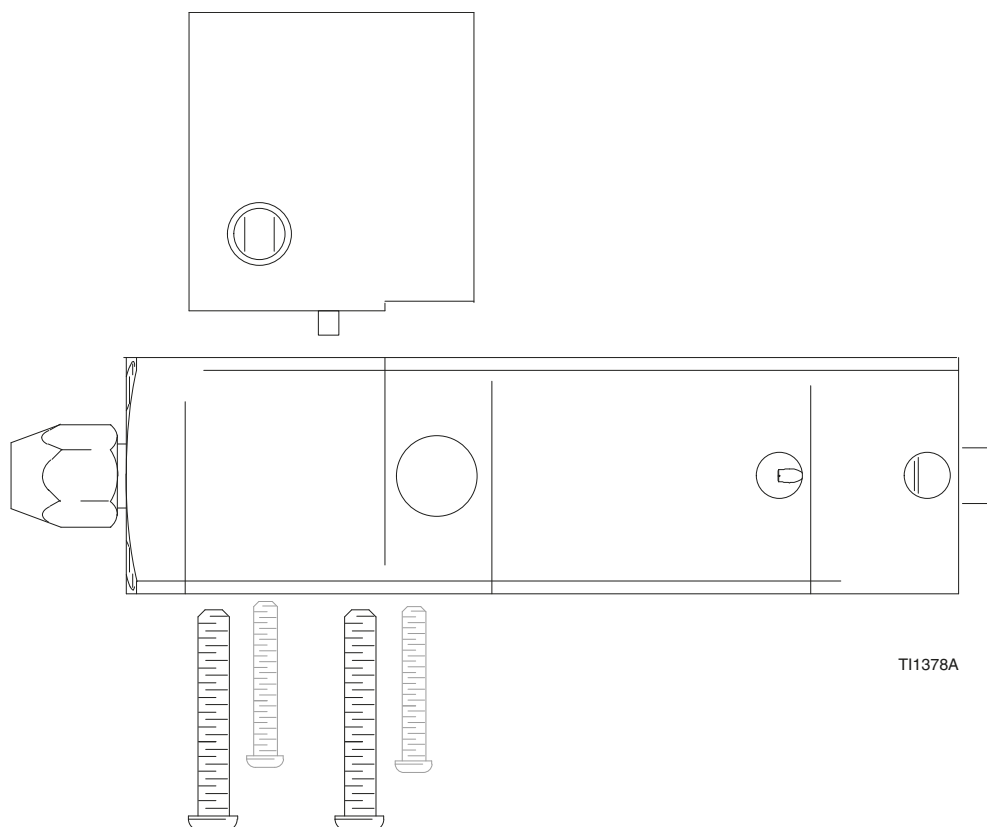

Fig. 8
3. Ta bort de fyra M-6-insexskruvarna som fäster ventilkroppen till inloppshandtaget. (se Fig. 8.)